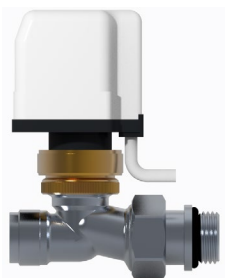

Fig.1
- È opportuno che l'attuatore venga installato come rappresentato in **Fig.1** e **Fig.2**. L'installazione in posizione verticale rovesciata rappresentata in **Fig.3** potrebbe compromettere il funzionamento del prodotto e essere pericolosa dal punto di vista elettrico;